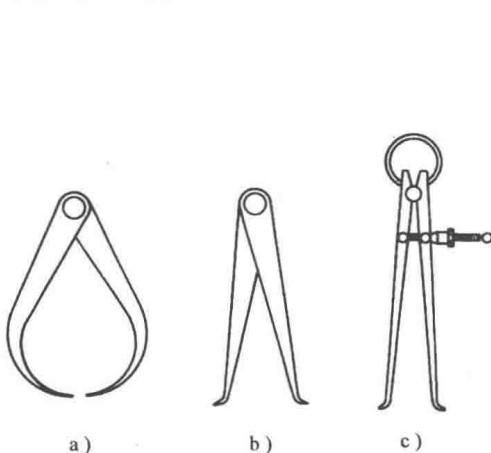

图 1-20 卡钳
(4) 卡钳 卡钳分为外卡钳和内卡钳,如图1-20所示。外卡钳用来测量工件的外径尺寸,内卡钳主要用于测量工件的内径尺寸。由于卡钳本身不带刻度,不能直接读出数值,因此,使用时应与金属直尺或千分尺配合使用。